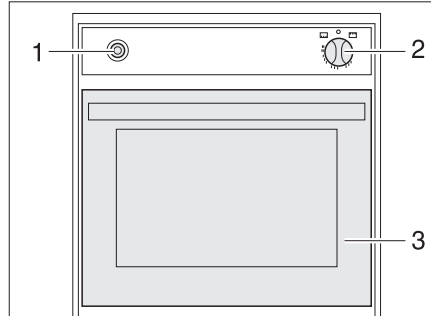

Bild 129 Gasugn
- Öppna ugnsluckan (Bild 129,3) helt.
- Tryck lätt på vridregulatorn (Bild 129,2) och ställ den på "🔥" (ugn).
- Tryck på vridregulatorn (Bild 129,2) under 5 till 10 sekunder. Gasen strömmar till brännaren.
- Tryck på tändaren (Bild 129,1) tills lågan tänds.
- Ställ vridregulatorn (Bild 129,2) på "0". Flammen slocknar.